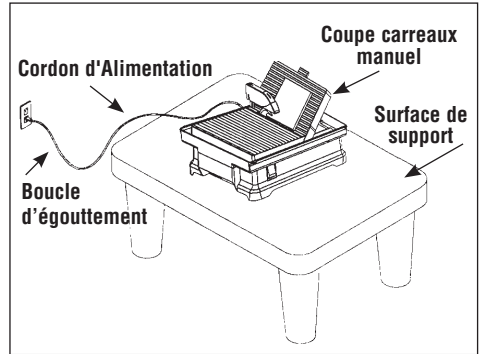

FIGURE 1
28. **COMMENT PLACER LA SCIE À CARREAUX** (voir FIGURE 1)